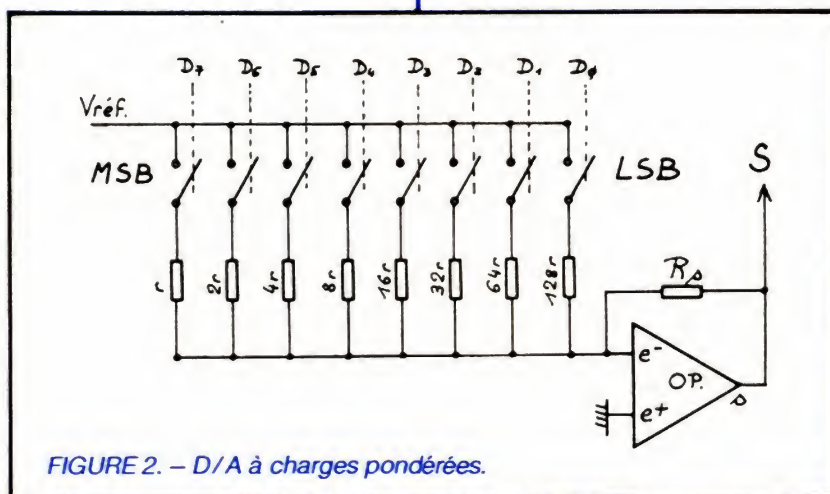

FIGURE 2. – D/A à charges pondérées.
**Systèmes à charges pondérées** (voir figure 2).